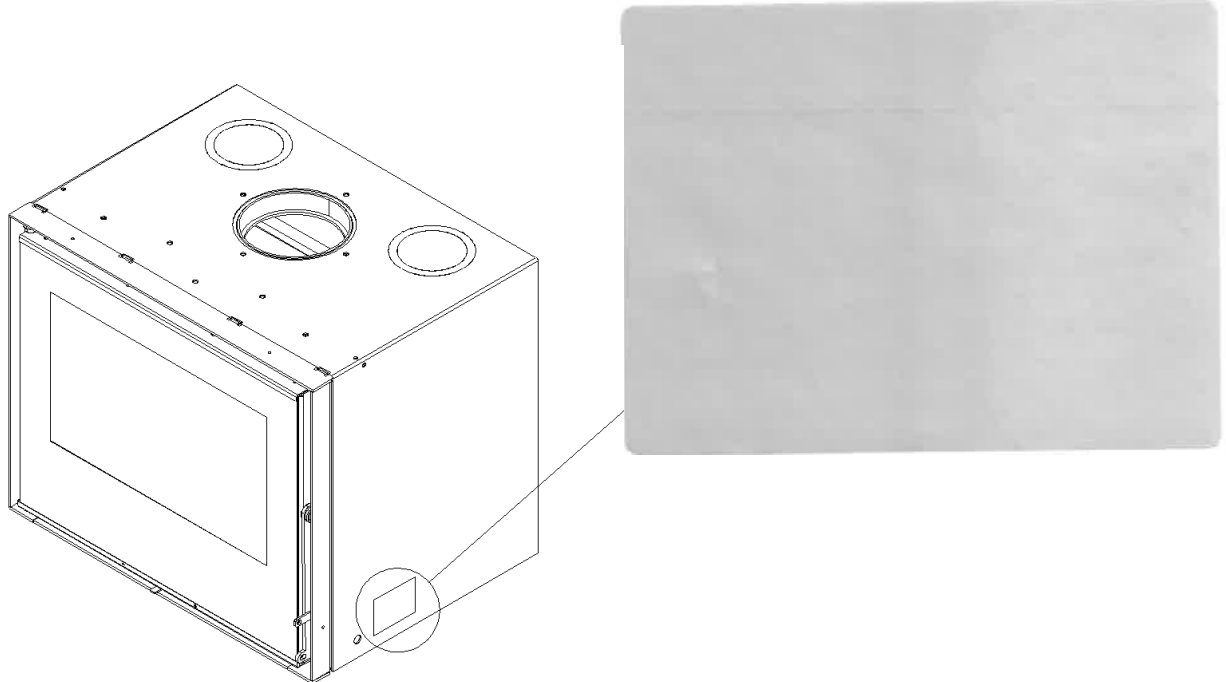

Figure 1 - Descrição da localização da etiqueta de identificação
- - Si vous avez besoin d'aide ou si vous constatez une anomalie, vous devez contacter le fournisseur ou l'installateur de votre appareil. Vous devez fournir le numéro de série de votre appareil, qui se trouve sur l'étiquette apposée sur le côté de l'appareil (figure 1) et sur la couverture arrière de ce manuel.